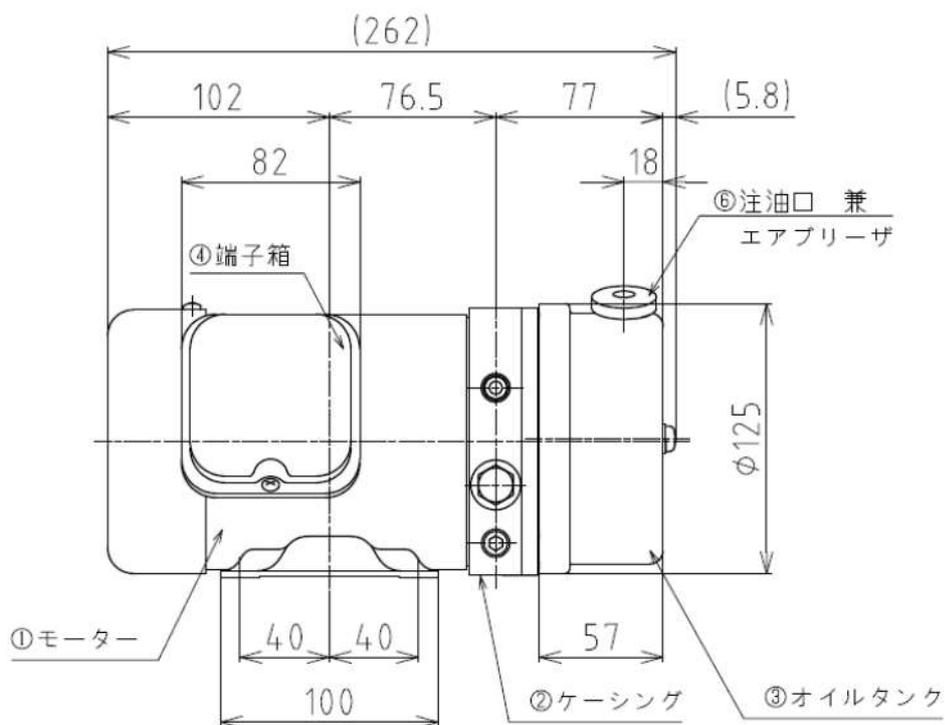

図3 左側面図
- (1) モーターの逆転により吐出ポートを切り換えるため、急激な正・逆転の繰り返しは避けて下さい。回転方向の切り換えは、0.5秒以上の休止時間を設けて下さい。
- (2) 電源には必ずブレーカーを組込んで下さい。モーターの焼損の恐れがあります。
- (3) 電源コードの上に重いものを絶対に乗せないで下さい。火災や感電の原因になります。
- (4) 静電防止及び感電防止のために、端子箱または、モーターベースにあるアース端子にアース線を接続して下さい。
- (5) リリーフ弁は定格圧力以上に設定できるようになっていますが、モーター及びポンプの寿命、油温上昇の上から定格圧力内で使用して下さい。
- (6) 使用条件により、かなり油温が上昇することがあります。特にリリーフ弁の長時間作動や流量制御は発熱の原因となります。できるだけ60℃以下の油温でご使用下さい。この油温を越える時は、運転条件を楽にするか補助タンクを別に取り付けるようにして下さい。
- (7) 図3に示すケーシングには数ヶ所、六角穴付きプラグ（詰栓）がありますが、運転中又は、停止時においても絶対にゆるめないで下さい。本機の機能を損なうことがあります。